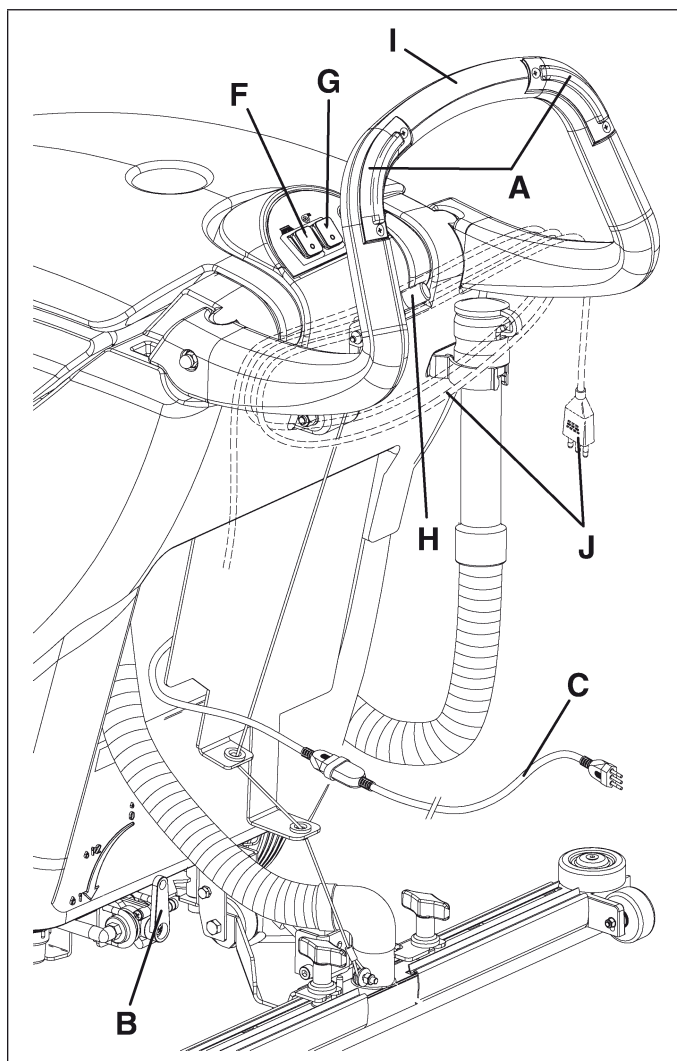

Figure 10
2. Tout en gardant les mains sur le guidon (I, Fig. 10), déplacer la machine et commencer le travail de lavage/séchage du sol.
lorsque la machine est au repos, arrêter la rotation de la brosse/disque au moyen du bouton-poussoir (A, Fig. 10).
Avant de soulever la brosse/disque, en arrêter la rotation au moyen du bouton-poussoir (A, Fig. 10).
3. Si besoin est, modifier la quantité de solution distribuée à la brosse/disque, à l'aide du levier (B, Fig. 10).
1. Positionner les interrupteurs de rotation brosse et d'aspiration (F et G, Fig. 10) sur "0".
2. Débrancher la fiche du câble d'alimentation (C, Fig. 10) du réseau électrique. Enrouler le câble d'alimentation autour du guidon en position (J).
3. Soulever l'embouchure en tournant le levier (H, Fig. 10) vers le haut, jusqu'à fin de course.